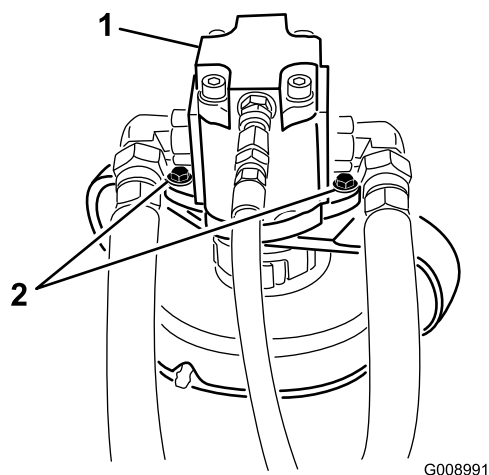

Figura 82
5. Retire los pernos que sujetan el motor hidráulico a la carcasa del cortacésped (Figura 82).
3. Retire los pernos que sujetan el motor hidráulico a la carcasa del cortacésped (Figura 82).